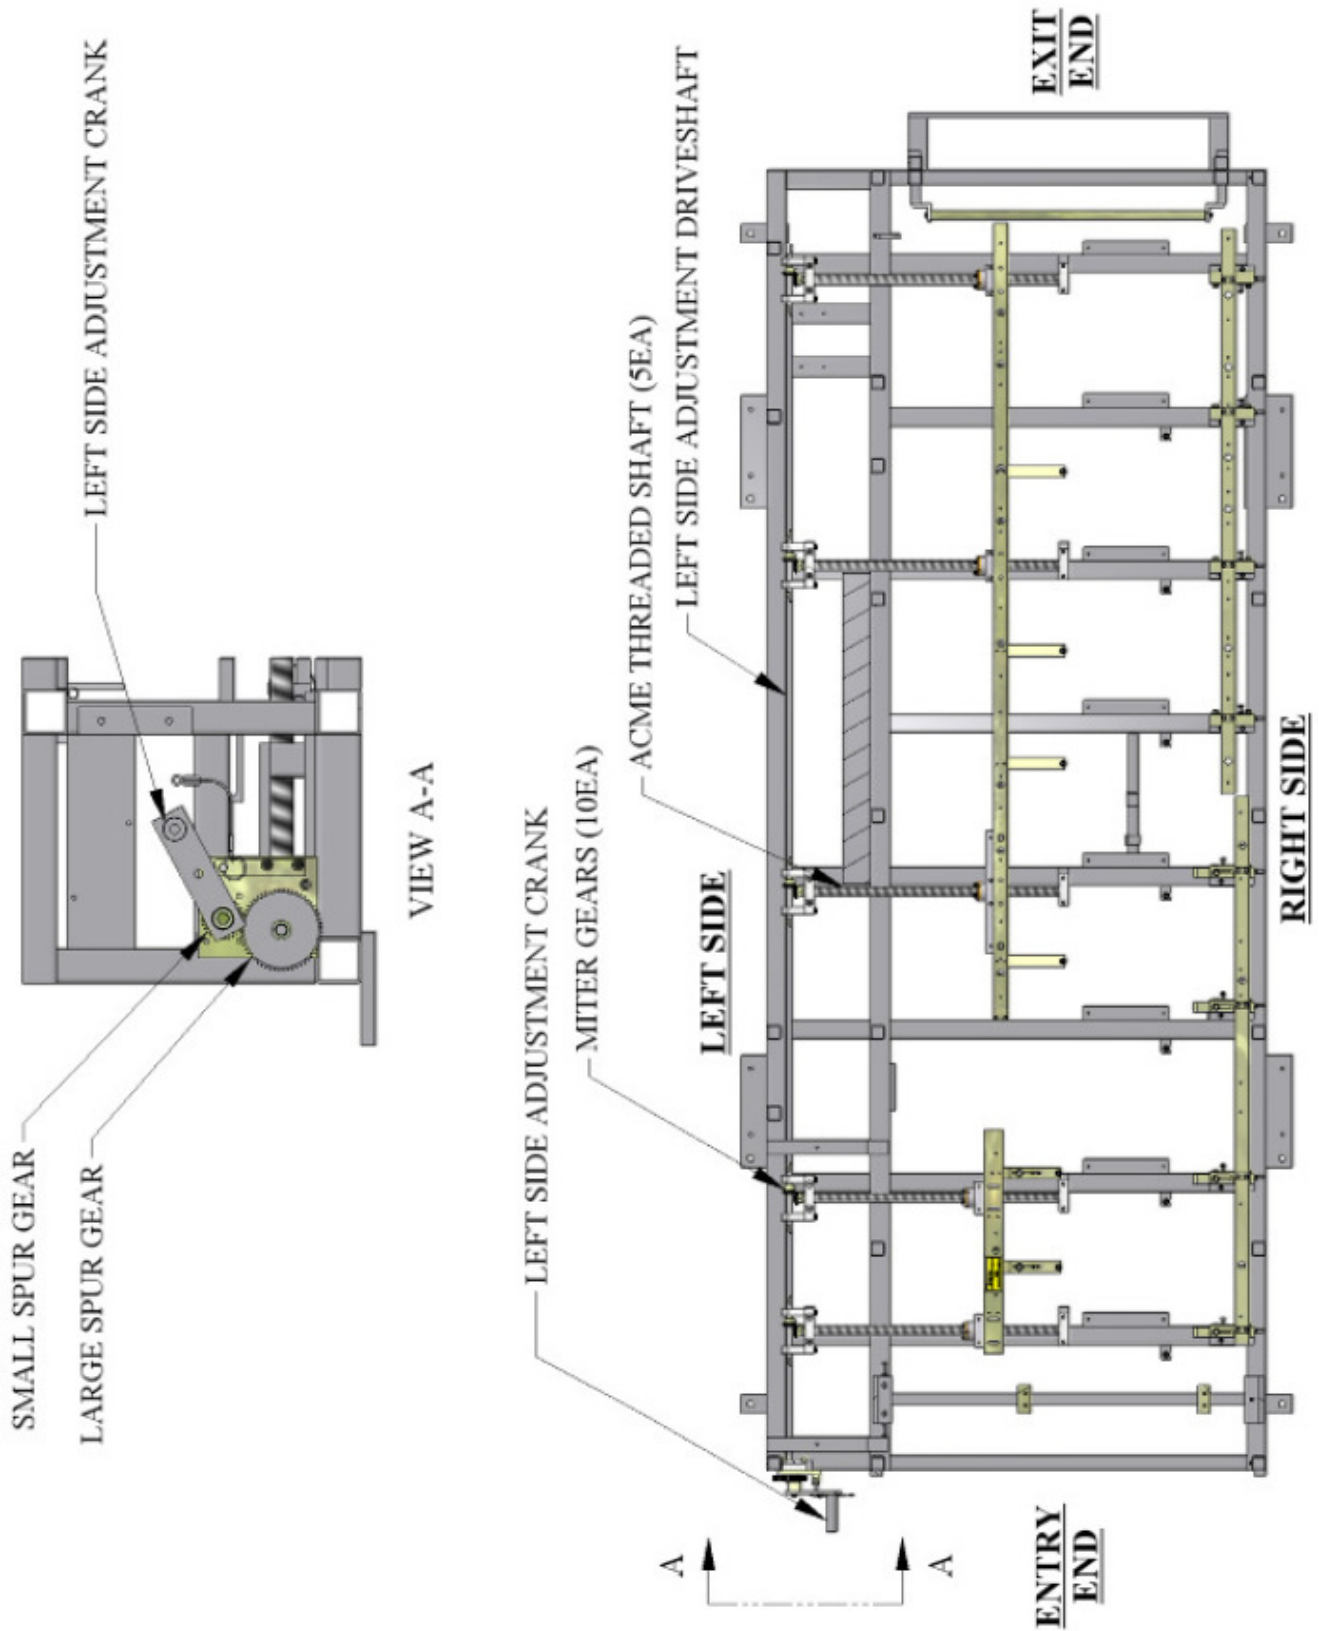

Ilustración 4: Ejes Acme y ajuste del lado izquierdo.
10. Lubrique 5 ejes Acme (Ilustración 4) con lubricante en aerosol como considere necesario.
11. Lubrique engranajes Mitre (Ilustración 4) en las partes de engranajes Acme con lubricante en aerosol cuanto considere necesario.